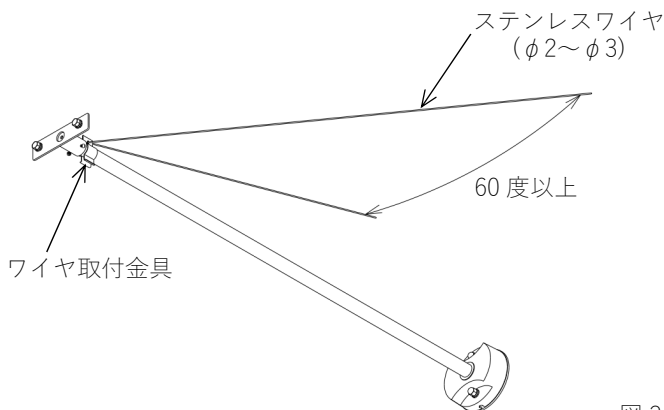

図3
●落下防止ワイヤの取り付け(図3)
1. FA19 を設置する場合は、ワイヤ取付金具を利用してステンレスワイヤ(φ2~φ3)で図3のように両側から必ず保持してください。